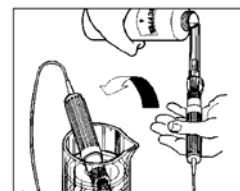

图 17
- 用 pH 4 的溶液冲洗传感器(Low cal),然后将传感器放入干净的容器中,并倒入足够的 pH 4 的缓冲溶液,浸没顶端(大约 1”深)(参见图 17)。